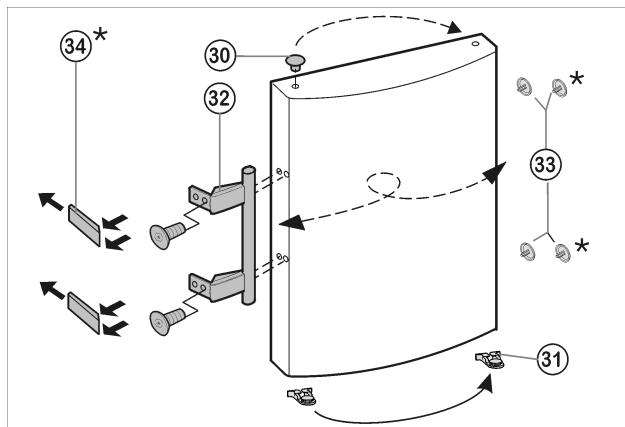

Fig. 8
- ▶ Retire el tapón Fig. 8 (30) del casquillo de cojinete de la puerta y cámbielo de sitio.
- ▶ Desmonte el tirador de la puerta Fig. 8 (32), los tapones Fig. 8 (33) y las placas de presión* Fig. 8 (34) y cámbielos al lado opuesto.